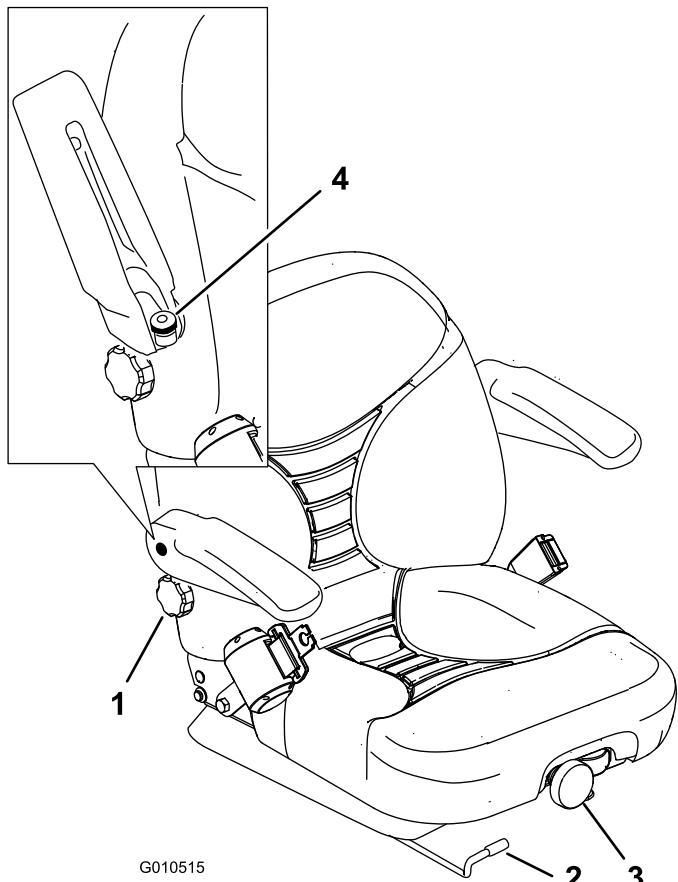

図 30
1. レバーを左に動かすと座席のロックが解除されます（図 30）。
調整は、最も乗り心地が良いように前部についているノブを回して行います（図 30）。
調整は、右側アームレストの下にあるノブを回して行います(図 30)。
調整は、アームレストを上げ、ノブを回して行います(図 30)。